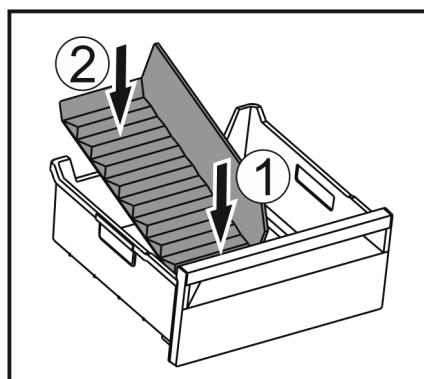

Fig. 49
- Scheidervoorzijde eerst plaatsen Fig. 49 (1).
- Achterste deel neerlaten Fig. 49 (2).